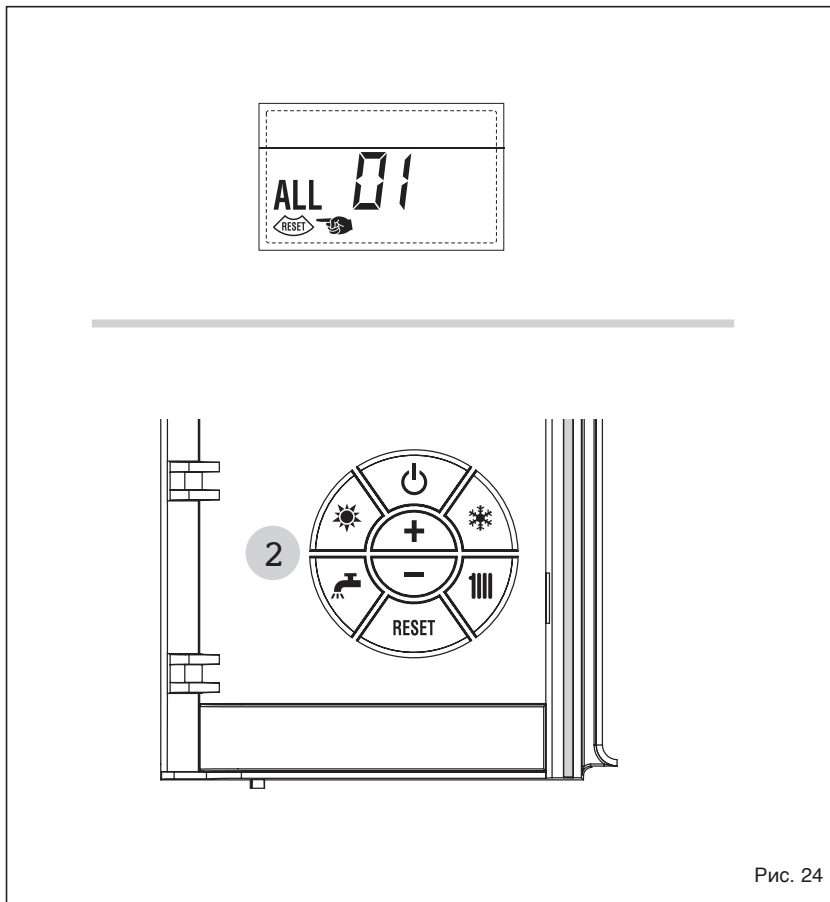

Рис. 24
– НЕПОЛАДКА В ВЫВОДЕ ДЫМА “ALL 01” (рис. 24)
– НЕПОЛАДКА НИЗКОЕ ДАВЛЕНИЕ ВОДЫ “ALL 02” (рис. 24 / а)